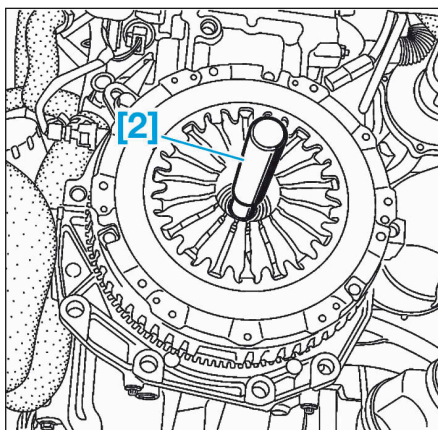

FIG.2
- [2]. Centreur du disque d'embrayage (réf. Emb. 1518) (Fig.2).
- Centrer le disque d'embrayage à l'aide de l'outil [2] (Fig.2).